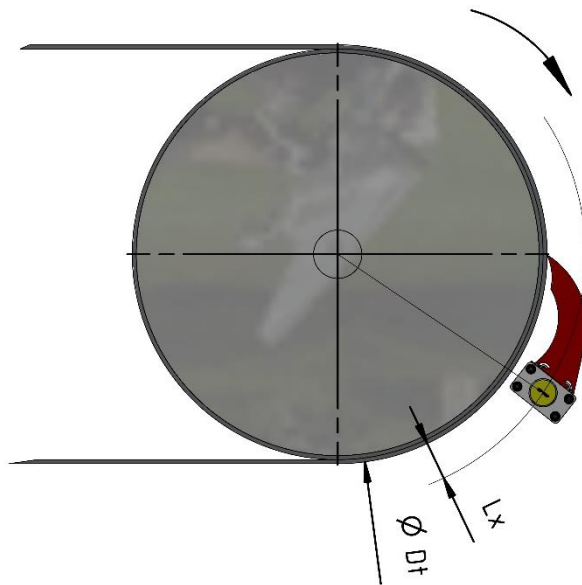

Bild 3
Erläuterung Bild 3:
1. Die Montageposition muss nach den beschriebenen Vorgaben ermittelt werden, um die optimale Position der PUR-Segmente zu gewährleisten. (siehe **Bild 3**)